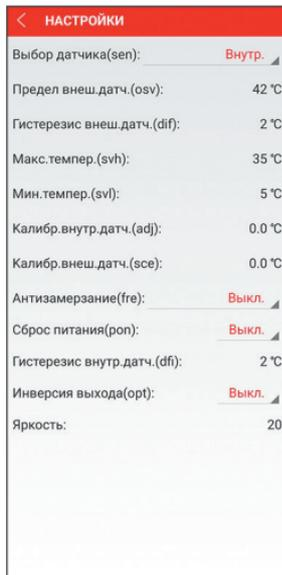

Рисунок 10
8.3.8. При нажатии на поле с необходимым к изменению значением появляется диалоговое окно, при помощи которого возможно произвести изменения (*рисунок 10*).